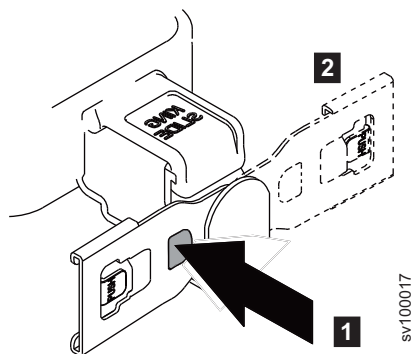

Figure 27. Inversion de l'orientation du bras
- a. Appuyez sur le bouton "PUSH" (figure 27).